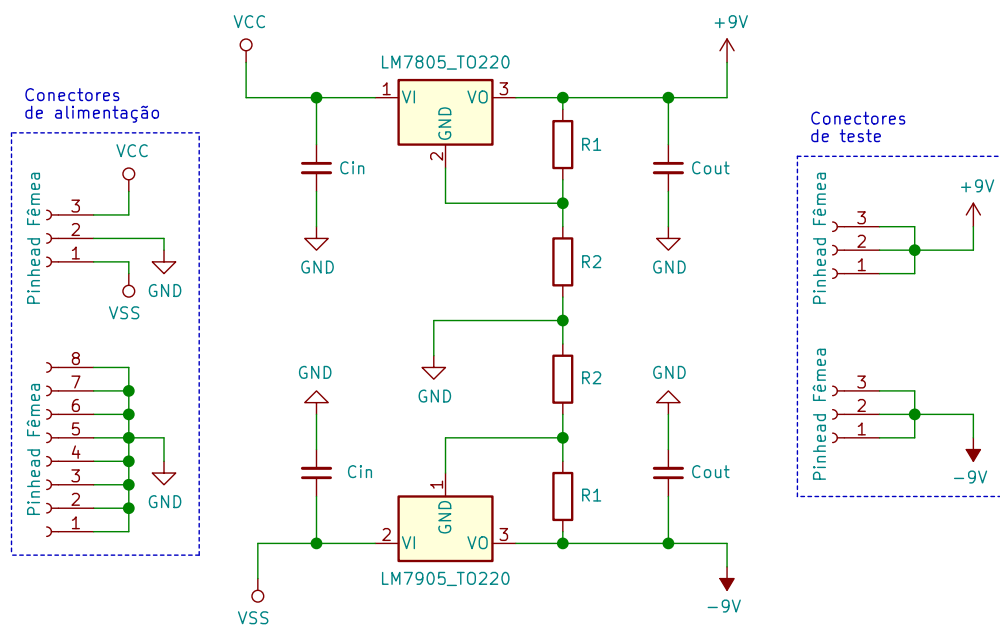

Figura 1: Fonte de alimentação +9 V e -9 V.
1. Monte o circuito regulador de tensão simétrico com os dispositivos LM7805 e LM7905, em **placa furada padrão**, como mostra o esquemático da Figura 1. Utilize os valores de resistência  $R1 = 270\ \Omega$  e  $R2 = 220\ \Omega$ . Consulte o *datasheet* do dispositivo para o dimensionamento dos capacitores  $C_{in}$  e  $C_{out}$ . Antes de soldar os componentes na placa, complete a Tabela 1. Não esqueça de soldar os conectores de alimentação e teste, pois serão *fundamentais* em futuros experimentos.